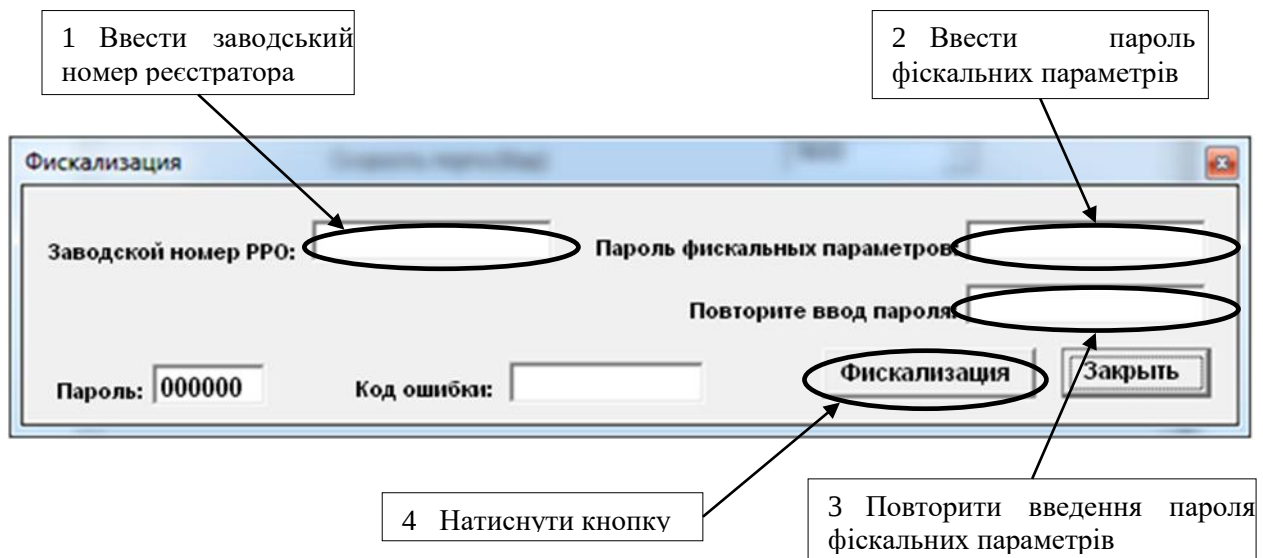

Рисунок 21
5.10 У вікні «Фискализация», що з'явиться, ввести заводський номер реєстратора. Ввести пароль фіскальних параметрів та повторити введення пароля (рисунок 21).